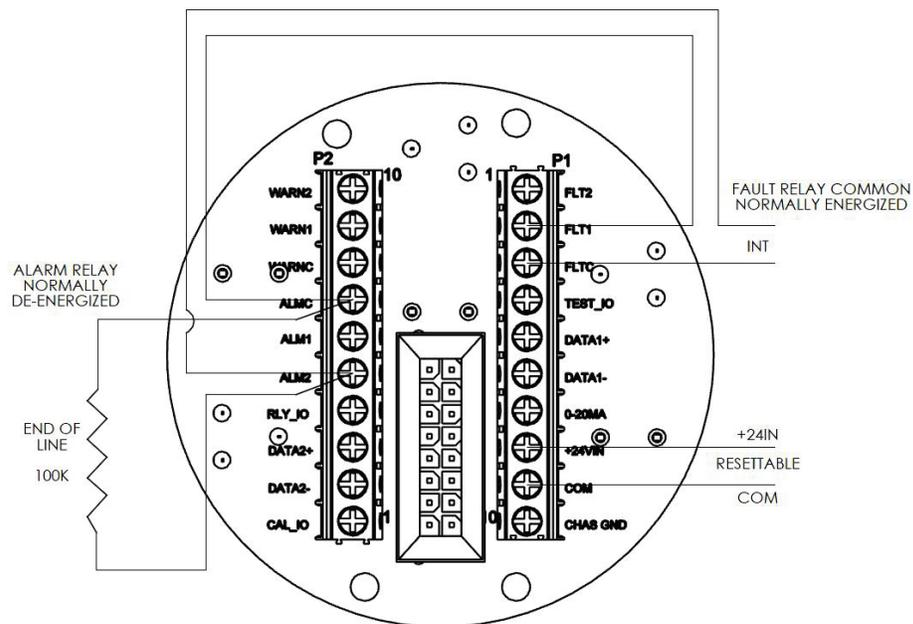

Figura 5: Morsetteria con cablaggio per sistemi di allarme antincendio¹
1. Allentare le viti imperdibili (A) del gruppo dell'alloggiamento ottico.
3. Collegare l'unità all'impianto locale seguendo lo schema di cablaggio riportato nella Figura 5.